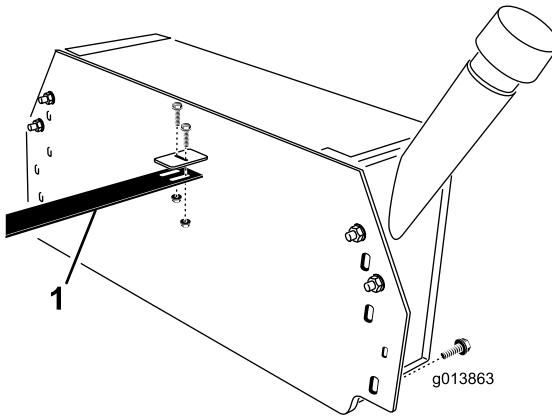

図 9
30. 油圧オイルタンクのブラケットに、ホースガイドを取り付ける；  $1/4 \times 3/4$  in ボルトとフランジロックナット各2を使用する（図 9）。